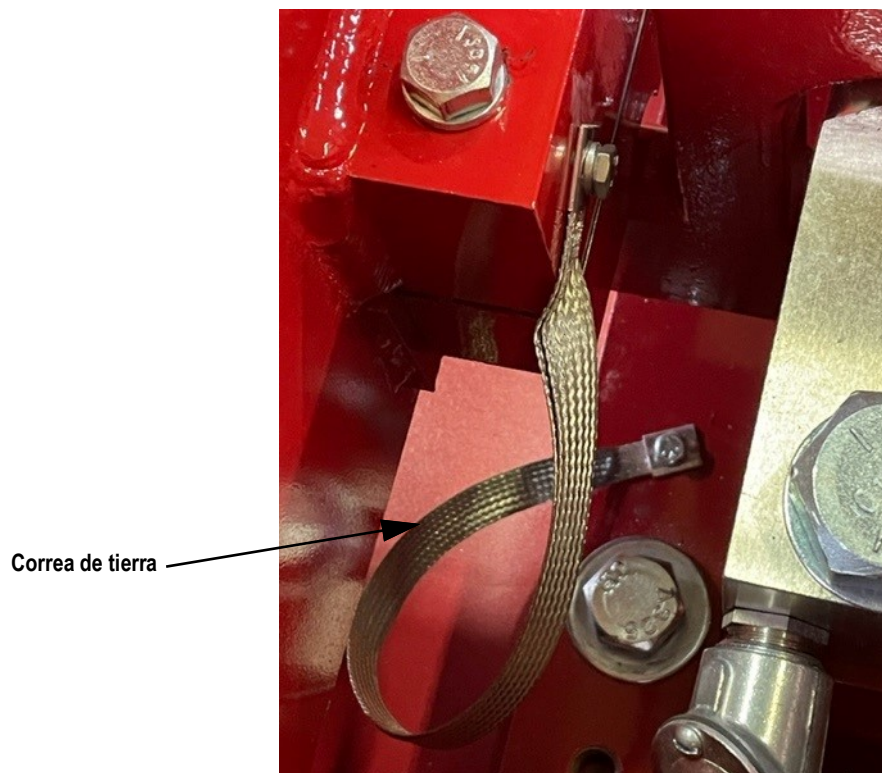

Figura 4-11. Correa de tierra
7. Apriete bien el perno con una llave (Figura 4-11 en la página 18).